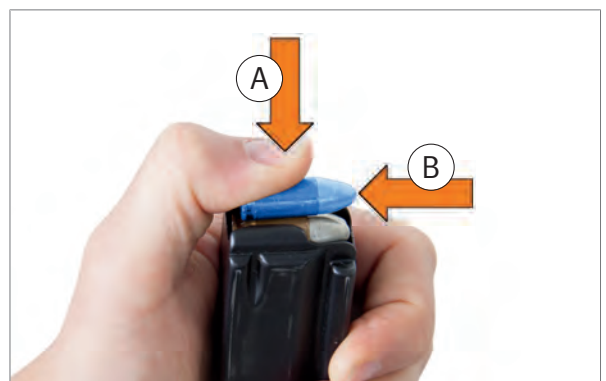

Abb. 18: Magazin füllen
2. Patrone unter die Magazinlippen drücken (Abb. 18).
3. Patrone bis zum Anschlag nach hinten schieben (Abb. 18).